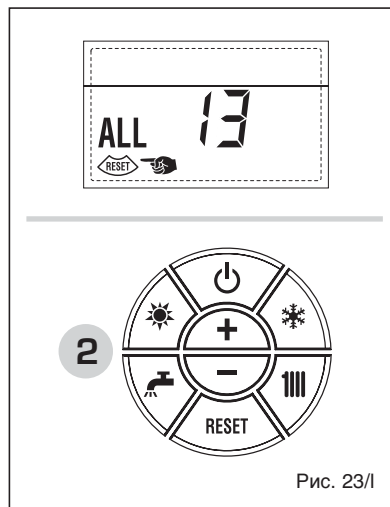

Рис. 23/l
– НЕПОЛАДКА - НЕИСПРАВНОСТЬ ДАТЧИКА ДЫМОВ, «ТРЕВ. 14» (рис. 23/m)